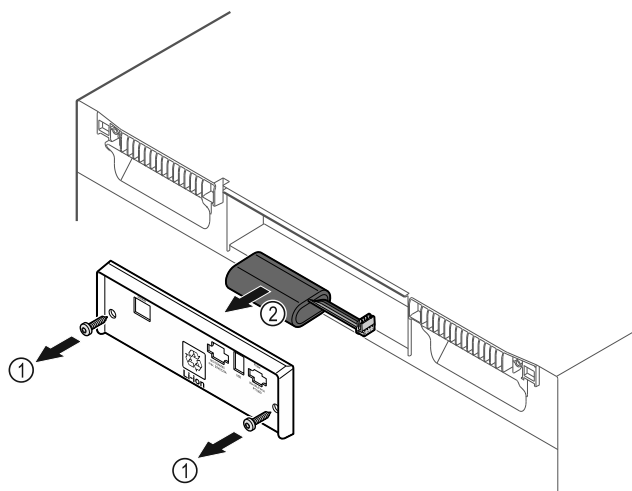

Fig. 186
- ▶ Desenroscar los tornillos y retirar la cubierta de la parte trasera del electrodoméstico Fig. 186 (1).
- ▶ Desconectar la batería y extraerla Fig. 186 (2).